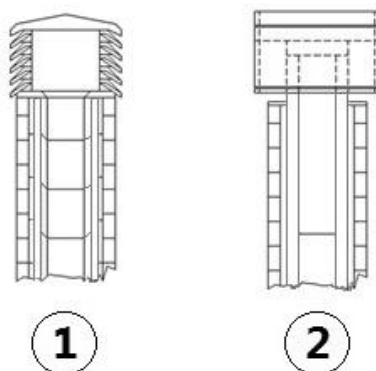

Fig. 5 - Sortie de toit
- Il est conseillé de choisir une souche de type anti vent, voir **Fig. 5**.